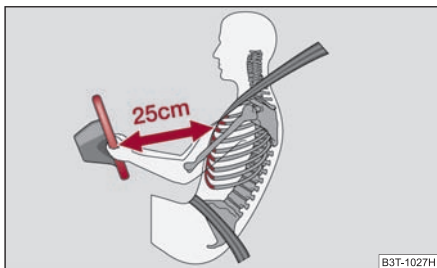

Fig. 133 Distanța sigură față
- Între conducător și volan trebuie să existe o distanță de cel puțin 25 cm ⇒ fig. 133. Dacă nu se respectă această distanță, sistemul airbag nu își poate exercita eficiența maximă – Pericol!